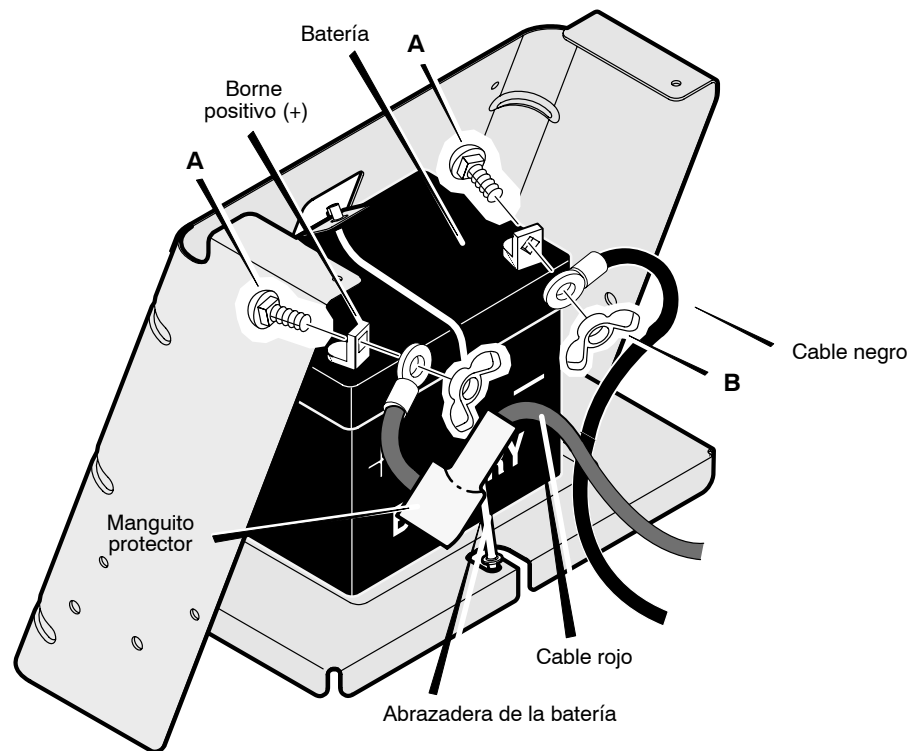

Figura 45
2. Revise la parte superior y los lados de la **batería (1)** para la ubicación de la fecha de la batería. (Figura 45).
2. Conecte el **cable rojo** y el **manguito protector** al **borne positivo (+)** con los sujetadores como se indica (Figura 45).